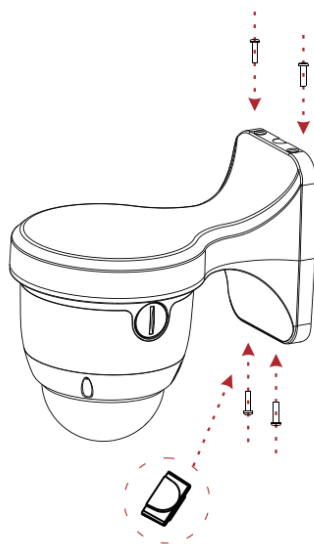

Рисунок 4
- выньте резиновую заглушку из выходного отверстия, вставьте кронштейн с видеокамерой в фланец и закрепите 4 винта (рисунок 4);